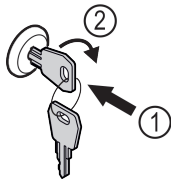

Fig. 175 Immagine a titolo di esempio
- ▶ Inserire la chiave Fig. 175 (1).
- ▶ Ruotare la chiave di 90° in senso orario Fig. 175 (2).